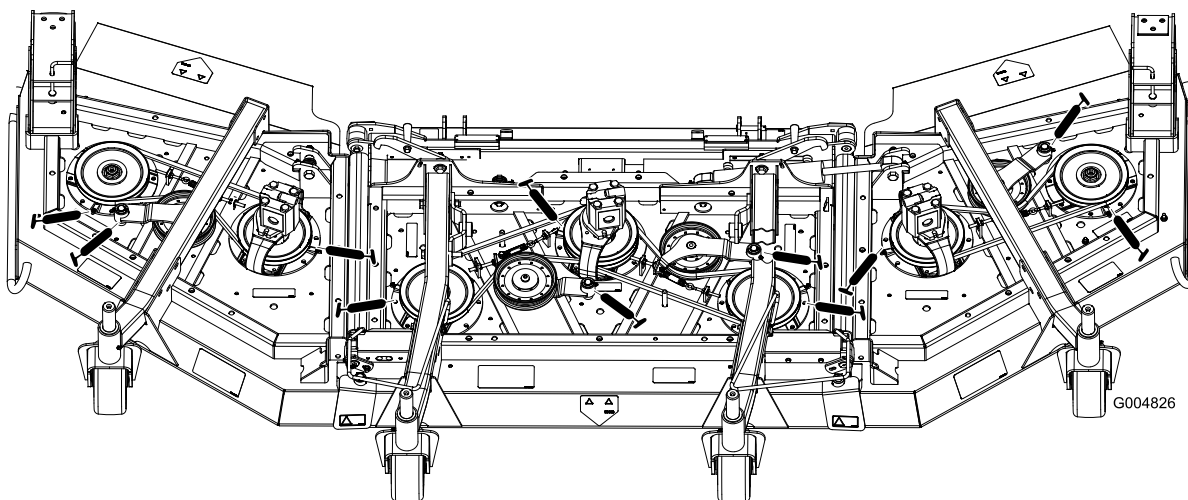

Figura 42
- Três rolamentos do eixo - localizados debaixo da polia (Figura 42)
- Casquilhos da articulação do braço intermédio (Figura 42)